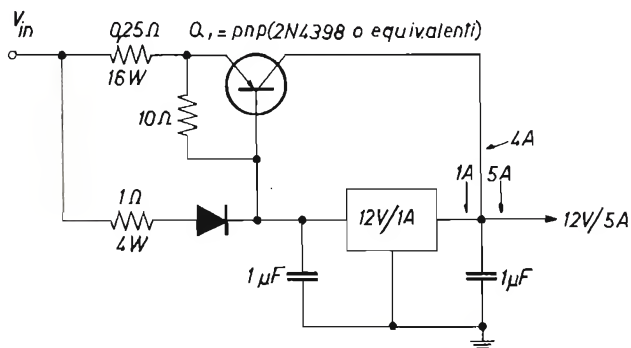

figura 4
Ammettiamo di avere un regolatore da 12 V/1 A, mentre a noi interessa 12 V ma 5 A. Si può usare un transistor di potenza esterno,  $Q_1$  in figura 4. Per far passare 4 A in  $Q_1$  e 1 A nel regolatore, si mettono all'ingresso due resistenze i cui valori sono inversamente proporzionali alle due correnti (nel caso di figura 4,  $1\ \Omega$  e  $0,25\ \Omega$ ). In questo modo anche il transistor di potenza può « usufruire » dei dispositivi di protezione del regolatore. Per usufruire anche della protezione in caso di surriscaldamento, il dissipatore di  $Q_1$  deve avere una capacità quattro volte superiore al dissipatore del regolatore (2) (4) (5).
Da ciò deriva che il resistore fisso deve avere un valore di tanti kilohm quanti sono i volt al di sopra della tensione di controllo di 5 V. Esempio, per 12 V abbiamo 7.000  $\Omega$ , per 15 V, 10.000  $\Omega$ , ecc. E' sempre consigliabile la tecnica del « single point ground » (messa a terra in un solo punto), come indicato in figura 4: si migliora la stabilizzazione e la regolazione di tensione.